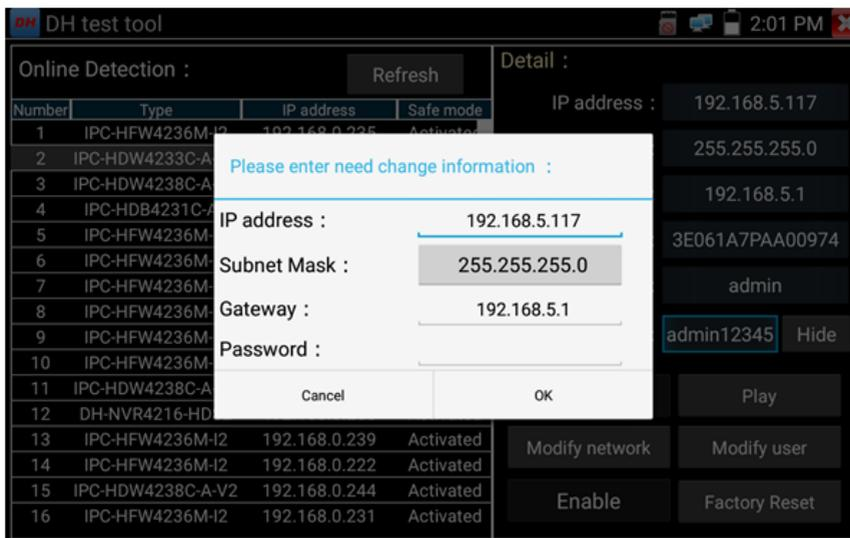

Рис. 119 Изменение сетевых настроек
4. Для изменения сетевых параметров нажмите кнопку «Изменить сетевые параметры» (Modify network). Здесь можно задать IP адрес, маску подсети и шлюз, рис. 119